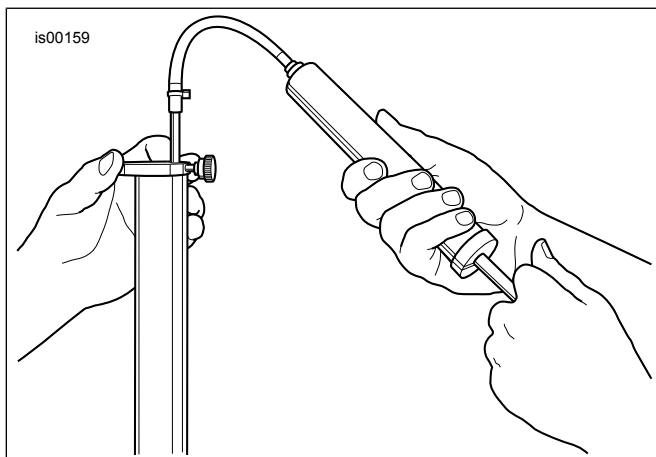

Figura 6. Rimozione dell'olio in eccesso della forcella
- d. Vedere la Figura 6. Inserire l'asta nella parte superiore della canna della forcella finché l'anello di metallo non poggi tutto sopra la canna della forcella e il fodero sia spinto fino in fondo.
13. Avvitare il dado bloccante (17) nella cartuccia finché non si inserisca a fondo.
14. Inserire la molla (8) nella canna della forcella.
15. Installare un nuovo anello di tenuta O-ring dal kit di revisione nel tappo della forcella (6).
16. Spingere sulla molla (8) e installare il piattello della molla (11) tra la molla e il dado bloccante (17) con il lato concavo rivolto verso l'alto.
17. Installare il tappo della forcella (6) nella cartuccia. Avvitare il tappo finché non si inserisca a fondo, poi avvitare il dado bloccante (17) fino al tappo e serrare.